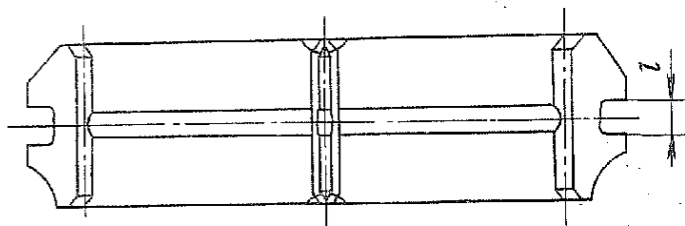

Рис. 146. Муфта включения синхронизатора 3-й и 4-й передач
2.18. Скользящие муфты переключения передач и ступицы муфты (рис. 146)